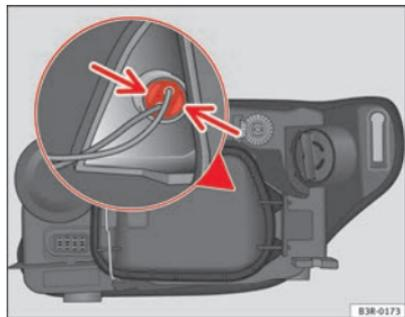

Fig. 197 Luci di posizione (lato esterno veicolo)
- Premere leggermente le linguette del portalampada ⇒ fig. 197 e tirare verso il coperchio (si può estrarre anche tirando i cavi del portalampada).